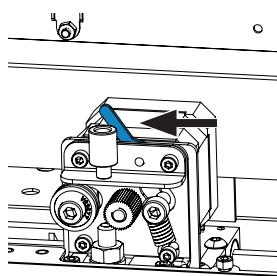

Fig. 25
- ⇒ Placez le levier en haut de l'extrudeuse sur la gauche (Fig. 25).